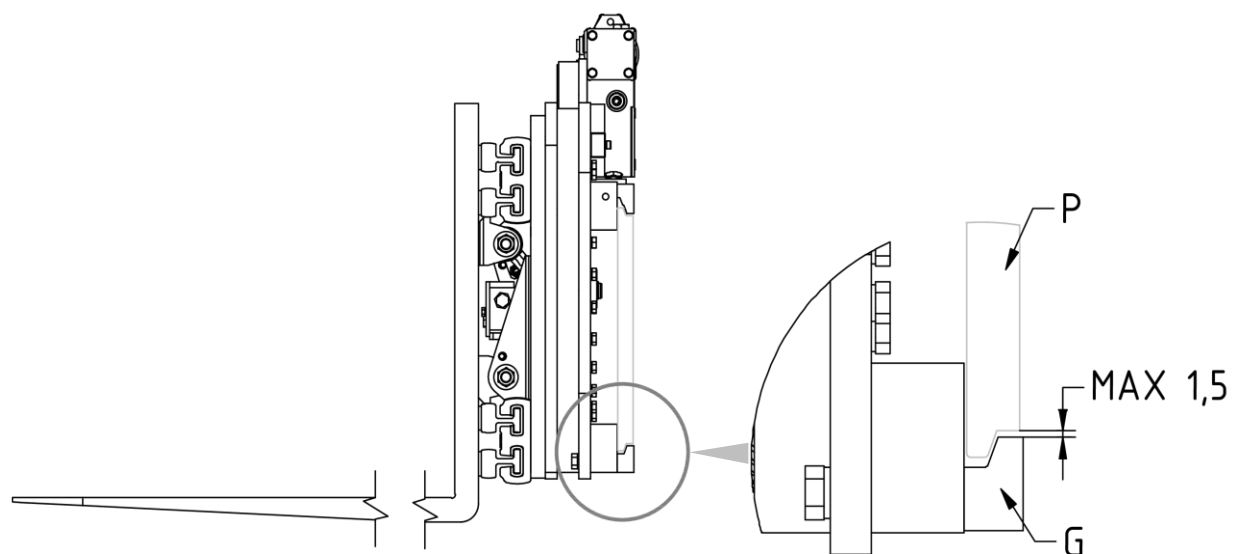

Figura 4
7. Atornillar los dos ganchos inferiores **G** para que su cuerpo quede enganchado debajo a la placa porta horquillas **P** (con un juego máximo de 1,5 mm, mira *Figura 4*), apretando con el par de apriete indicado en la *TABLA 3*.